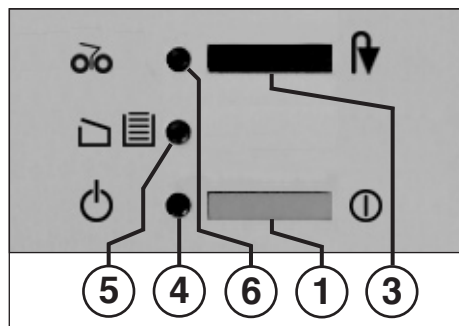

Fig. 1
1 = Tryckknapp (Fig. 1)
3 = Tryckknapp „Backa” (Fig. 1)
4 = Kontrollampa „Driftsklar” (Fig. 1)
„Behållaren full” / „Dörren öppen” (Fig. 1)
„Pappersstockning” (Fig. 1)
- Slå på strömmen med tryckknappen (1) (Fig. 1). Kontrollampa (4) (Fig. 1) tänds.
När uppsamlingssäcken är full stannar maskinen. Kontrollampa ”Uppsamlingssäcken full” (5) (fig. 1) tänds. Töm enligt följande:
- Skjut in skjutramen med uppsamlingsåsen och stäng dörren. Kontrollindikeringen (5) slocknar (Fig. 1).
Kom ihåg att koppla ifrån apparaten för natten. (Tryck på tryckknappen (1) (Fig. 1)).
- Kontrollindikeringen (6) tänds (Fig. 1).
- Tryck på knappen för bakåtkörning (3) och släpp upp den (Fig. 1).
- Kontrollindikeringen (6) sloknar (Fig. 1).
Om motorn överbelastas stängs den av. Koppla från maskinen med tryckknappen (1) (Fig. 1). Låt den svalna i 15-20 minuter, beroende på rumstemperaturen. Sedan kan den startas igen.